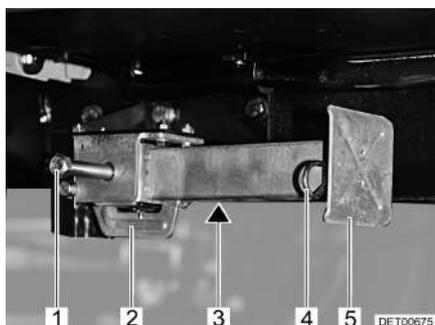

Fig. 5 Apoyo de elevación
- Colocar la llave de vaso en el hexágono (Fig. 5,1) y girarla hasta que el apoyo de elevación quede verticalmente hacia abajo.
- En caso de que la longitud del apoyo de elevación sea ajustable, extraer la clavija hendida (Fig. 5,4) de la prolongación del pie de apoyo (Fig. 5,5).
- Colocar la llave de vaso en el hexágono (Fig. 5,1) y girarla hasta que el apoyo de elevación esté de nuevo libre del suelo.
- Introducir totalmente la prolongación del pie de apoyo (Fig. 5,5) e introducir la clavija hendida (Fig. 5,4) en el orificio previsto para ello que hay en la prolongación del pie de apoyo.
- Girar el hexágono (Fig. 5,1) hasta que el apoyo de elevación se haya girado hacia arriba y la guía (Fig. 5,2) tenga contacto con el extremo de la ranura (Fig. 5,3).